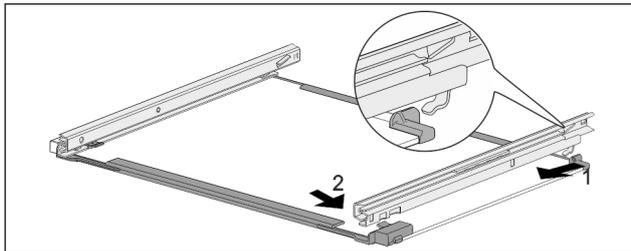

Fig. 71 Tablette en verre avec rails
- ▶ Accrocher le rail à l'arrière. Fig. 71 (1)
- ▶ Accrocher le rail à l'avant. Fig. 71 (2)